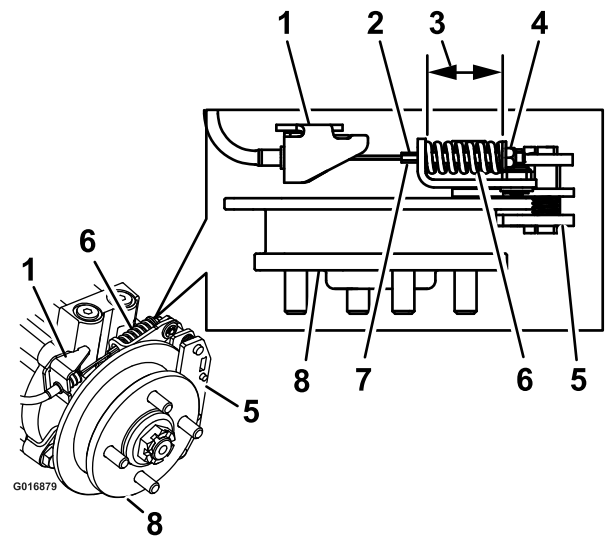

Figure 72
9. Maintenez l'extrémité de la tige filetée avec un outil et ajustez le contre-écrou jusqu'à ce que la longueur du ressort se situe entre 3.8 et 4 cm (1-1/2 et 1-9/16 po) (Figure 72). Le câble ne doit pas tourner quand les écrous sont desserrés.